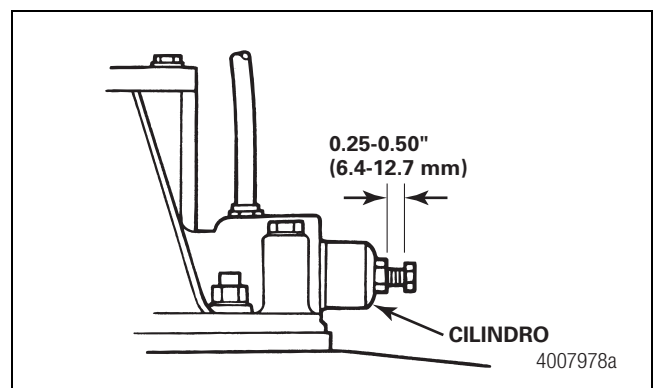

Figura 11.3
- Gire el tornillo prisionero hacia la derecha hasta que la cabeza esté aproximadamente de 0.25 a 0.50 de pulgada (6.4 a 12.7 mm) del cilindro. El tornillo prisionero está ahora en su posición de servicio y el collar de desplazamiento del DCDL está completamente acoplado (engranado). Figura 11.3. Cuando gire el tornillo prisionero notará poca resistencia. Esto es normal. Si nota una gran resistencia antes de alcanzar la distancia de 0.25 a 0.50 de pulgada entre la cabeza del tornillo prisionero y el cilindro, **DEJE DE GIRAR EL TORNILLO PRISIONERO** y continúe con los Pasos E y F.